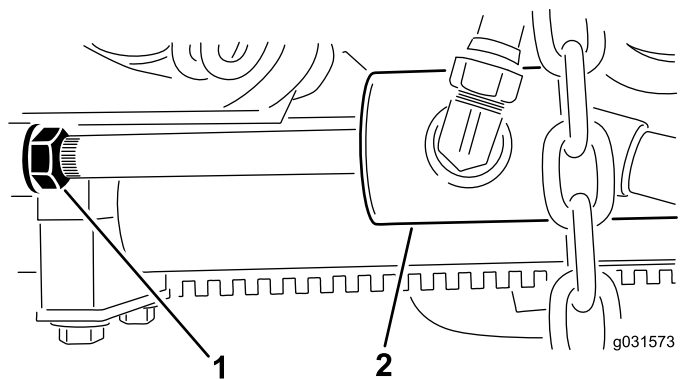

Bild 14
- B. Drehen Sie die Klemmmutter am Zylinder heraus (Bild 14).